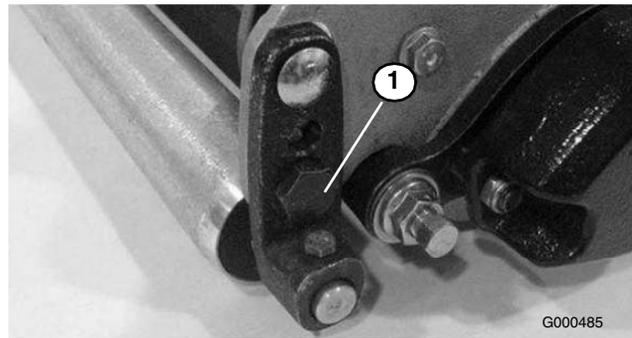

Figura 48
- Enquanto mantiver o cilindro encostado à placa e continuar a exercer pressão no cilindro traseiro, rode a cavilha inferior direita de montagem do cilindro (Figura 48).
Esta cavilha de montagem tem um rebordo que, quando se roda, tem a função de um parafuso excêntrico, para subir ou descer o cilindro. Existe um ponto saliente no D.I. para fazer denotar o rebordo da cavilha. O referido ponto indica em que direcção se deslocará a extremidade direita do rolo quando a cavilha estiver apertada, devendo estar sempre a meio da traseira do arco, tal como se exemplifica em Figura 48.